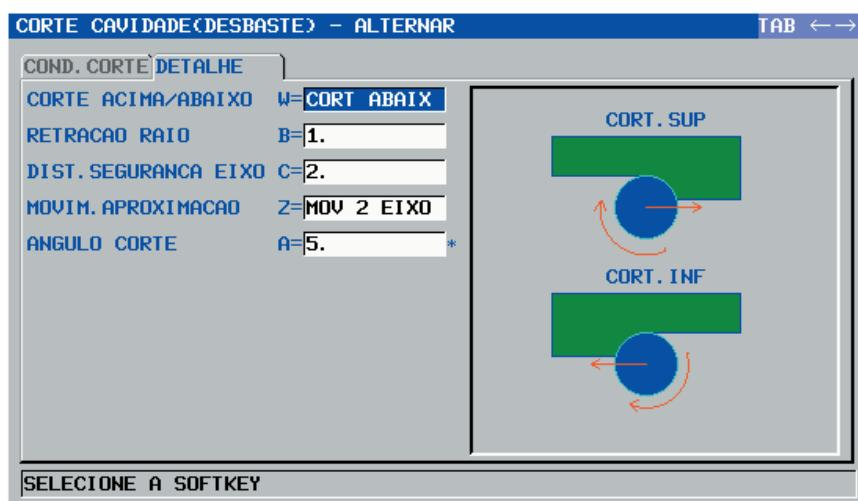

Figura 25 - Janela “DETALHE” - Ciclo de Cavidade
- Preencher os campos conforme a figura 25